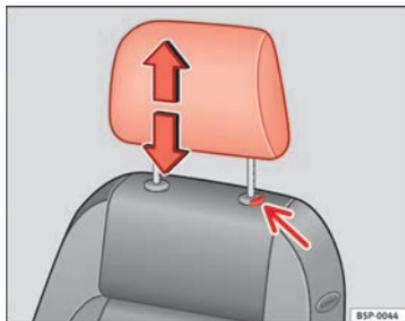

Fig. 71 Regulação ou desmontagem do encosto de cabeça
- Premir o botão ⇒ Fig. 71 (seta).